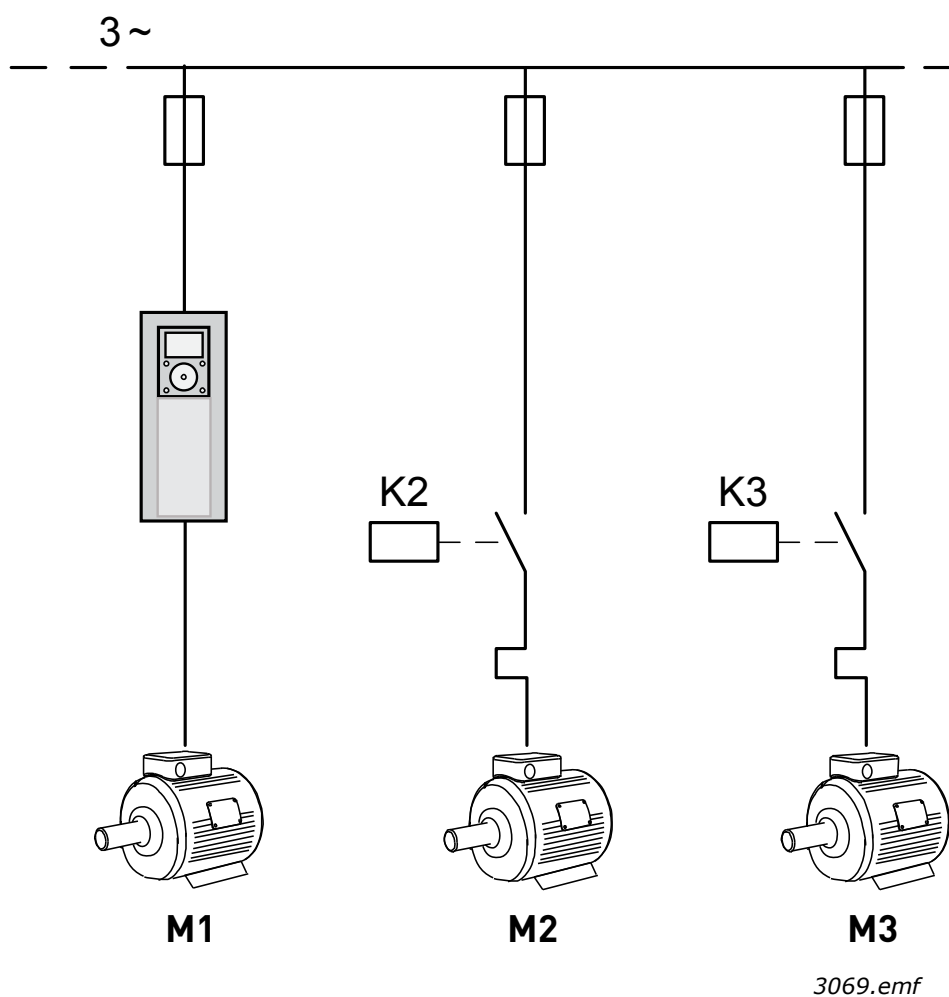
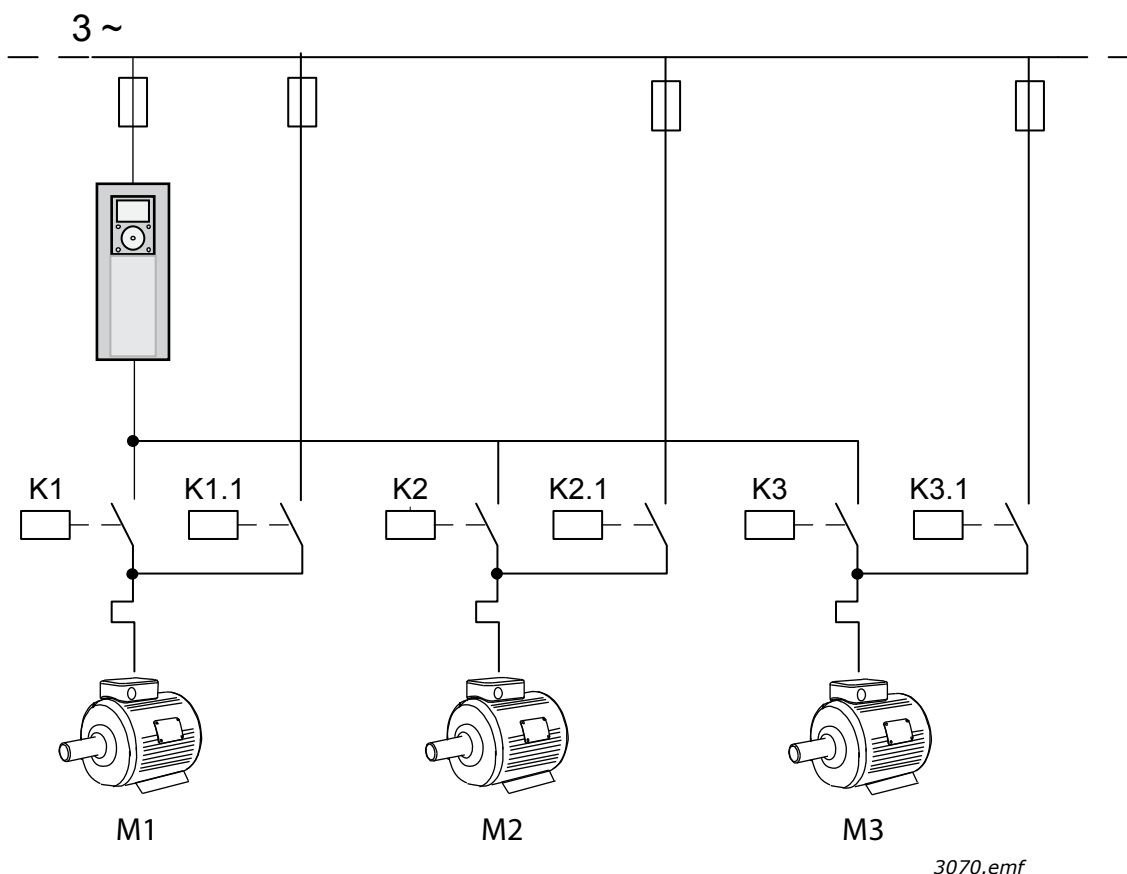

Рис. 10. Принципиальная схема соединений при автозамене вспомогательных двигателей.
Рис. 11. Принципиальная схема соединений при автозамене всех двигателей
**ПРИМЕЧАНИЕ.** В зависимости от выбранного режима автозамены необходимо настроить различные подключения (см. Рис. 10 и Рис. 11).